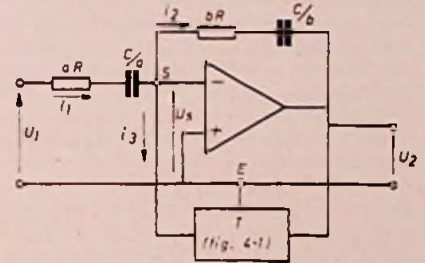

Fig. 4.8.
de aardszijde van het filter aangesloten om belasting van het filter te vermijden. Met P1 kan het passieve T netwerk zo worden afgeregeld dat precies aan (4.2.5) wordt voldaan. Theoretisch verwachten we een  $Q = 10$  en  $H_0 = 1$ . Ten gevolge van de beperkte  $h_{re}$  van TS1 (240) ontstaat een demping van 4dB en bedraagt de  $Q$  7,6. Door P1 iets kleiner te maken, kan een demping van 0 dB worden bereikt. De  $Q$  loopt dan op tot 13. Een en ander is wel van invloed op  $f_0$ ; deze verschuift van 129 naar 133 Hz. In fig. 4.8 is een banddoorlaat filter weer-gegeven dat is opgebouwd rondom een